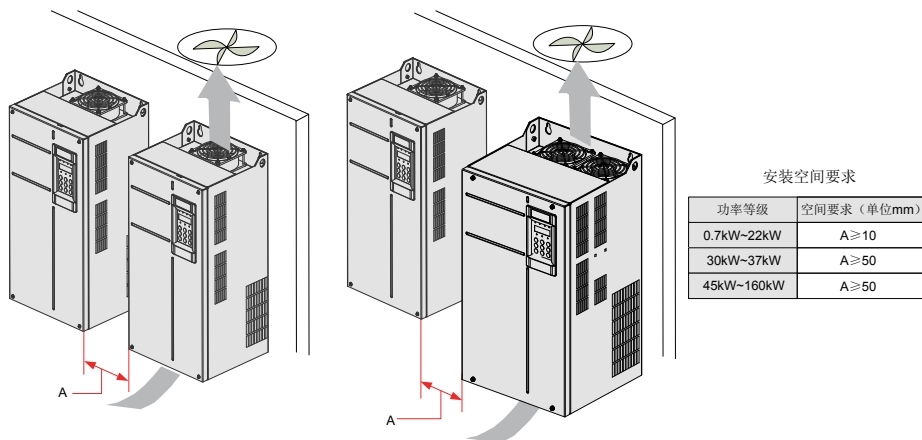

图 3-4 MD480T0.7GB-MD480T160G 机型多台机器并排安装
- 请垂直向上安装变频器，便于热量向上散发。若柜内有多台变频器时，请并排安装。在需上下安装场合，请参考图 3-4，安装隔热导流板；